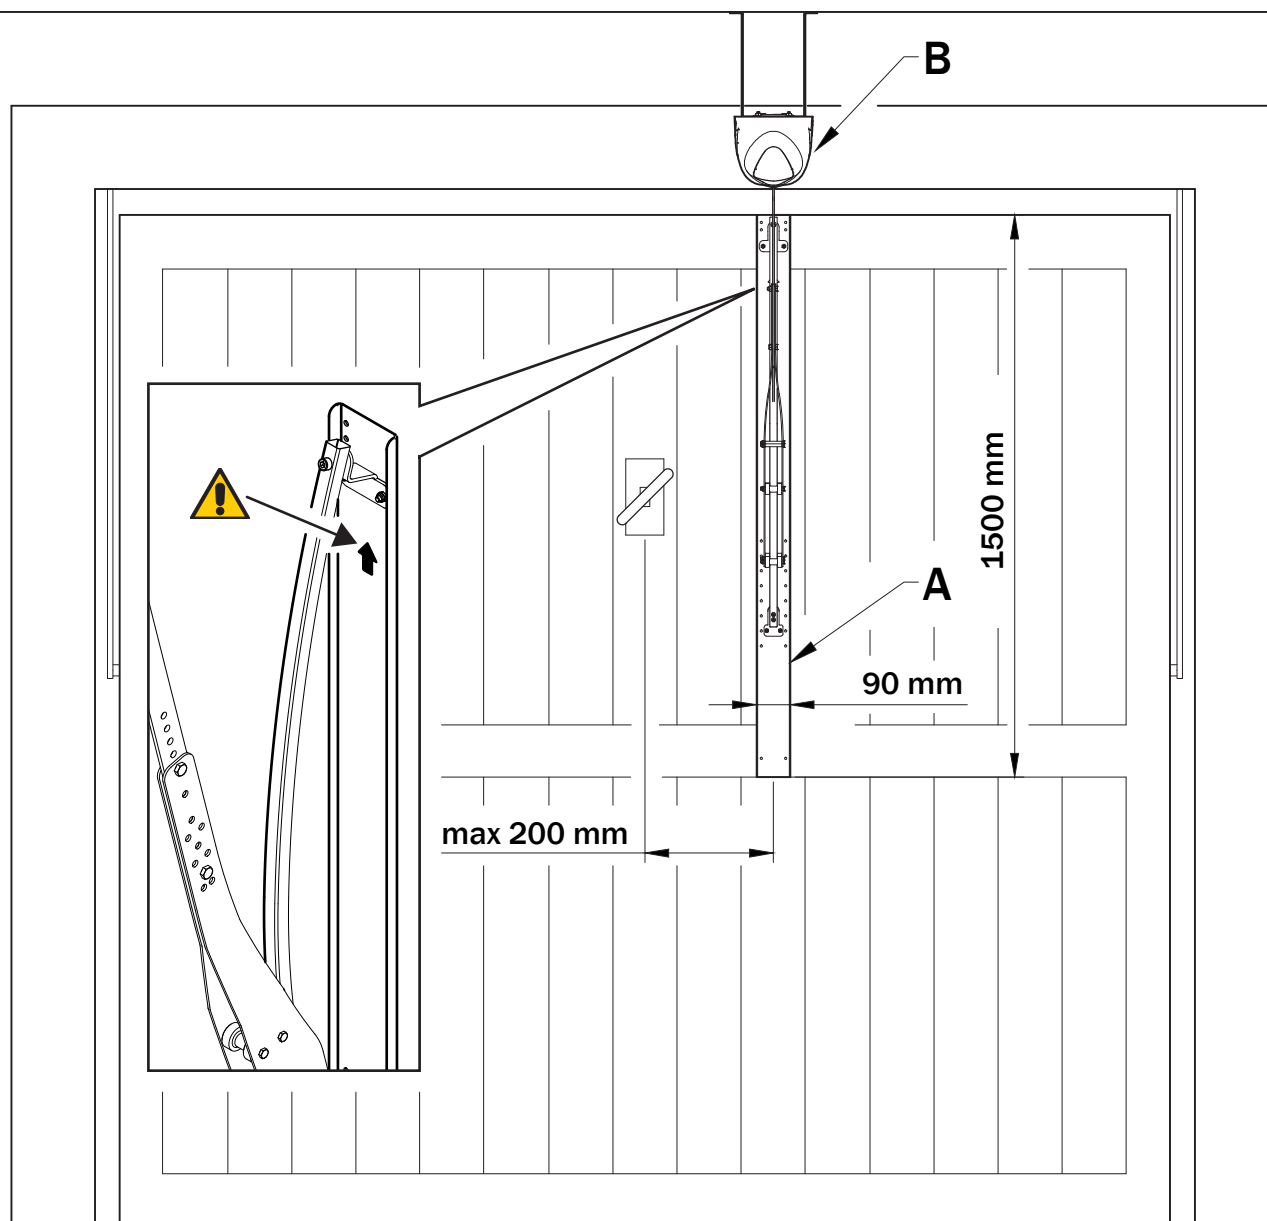

Fig. 1
- Fig. 1. Appoggiare la base (A) del braccio **LT324** alla porta basculante in posizione centrale.
- Verificare che il braccio **LT324** sia perfettamente allineato con il motore a traino installato (B).
- Abb. 1. Das untere Ende (A) des Arms **LT324** mittig am Schwingtor anlegen.
- Prüfen, ob der Arm **LT324** genau auf den installierten Antriebsmotor (B) ausgerichtet ist.
- Fig. 1. Apoye la base (A) del brazo **LT324** en el centro de la puerta basculante.
- Compruebe que el brazo **LT324** está perfectamente alineado con el motor de arrastre instalado (B).
- Fig. 1. Place the base (A) of the **LT324** arm against the tilt door in a central position.
- Check that the **LT324** is perfectly aligned with the opener motor unit installed (B).
- Fig. 1. Poser la base (A) du bras **LT324** sur la porte basculante en position centrale.
- Vérifier que le bras **LT324** soit parfaitement aligné avec le moteur d'entraînement installé (B).
- Fig. 1. Apoie a base (A) do braço **LT324** à porta basculante em posição central.
- Verifique se o braço **LT324** está perfeitamente alinhado com o motor de reboque instalado (B).